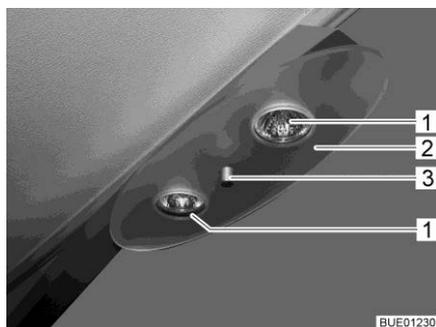

Fig. 191 Lámpara halógena de techo
- Desenroscar la tuerca de fijación (Fig. 191,3) y retirar la cubierta (Fig. 191,2).
- Extraer la bombilla halógena (Fig. 191,1).